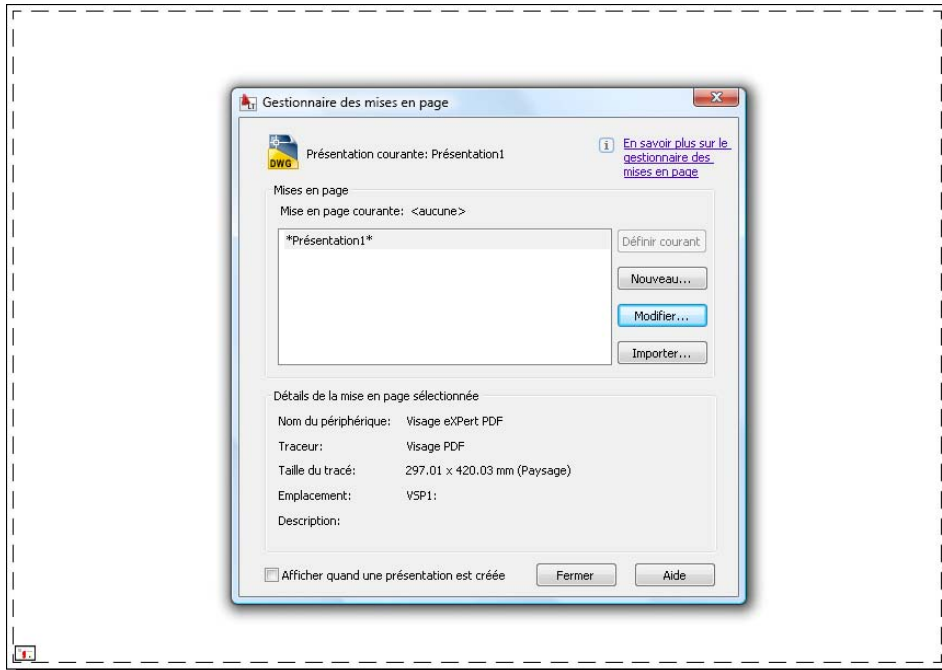

Figure 6.10
10. Cliquez sur OK dans la boîte de dialogue Mise en page. Les paramètres de la présentation sont maintenant modifiés et enregistrés. Cliquez sur le bouton Fermer du gestionnaire des mises en page (voir Figure 6.10).